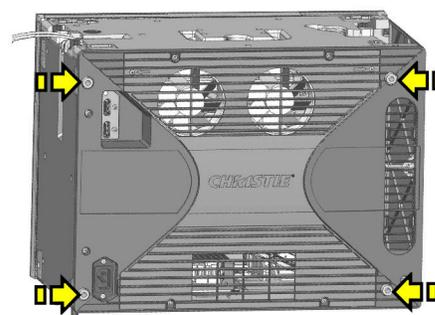

Рис. 2-9 Точки крепления
**⚠ ОПАСНО** **ОПРОКИДЫВАЮЩАЯ НАГРУЗКА!** При сборке массива высотой 2 ячейки или более необходим дополнительный крепеж для предотвращения опрокидывания — в соответствии с местными правилами и требованиями техники безопасности. Либо используйте точки фиксации на задней стенке массива (Рис. 2-9), либо зафиксируйте подставки на опорной поверхности таким образом, чтобы обеспечить поддержку каждой отдельно взятой ячейке. Для этого можно приобрести крепежные кронштейны Christie (артикул 123-107109-xx). Дополнительная информация приведена в документе Руководство по применению и спецификации Christie® MicroTiles™ (артикул 020-100334-xx).